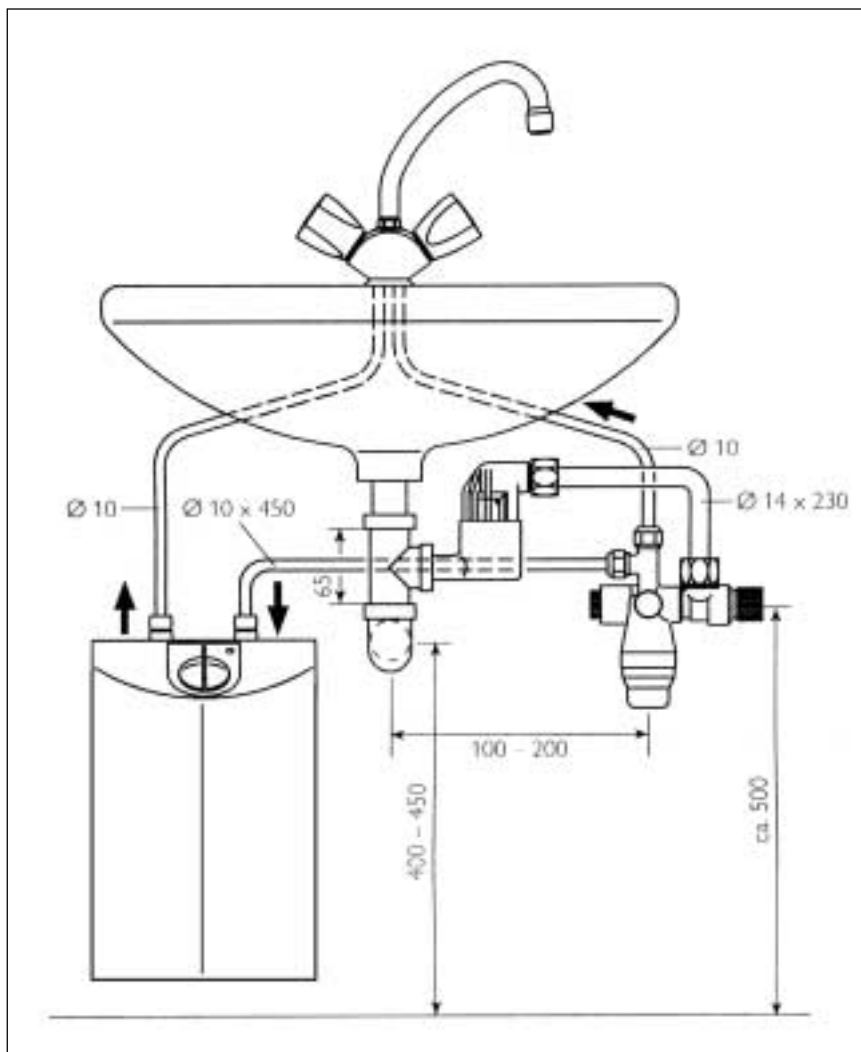

Рис. 3
- Навинтить сливную воронку на переставную трубу и с помощью колена $\varnothing 14$ мм соединить с группой безопасности (отвод излишка воды, образовавшегося в результате расширения). Для подключения второго заборного крана необходимы тройники (водораспределители), арт.№ 07 05 58 (см. рис. 3).